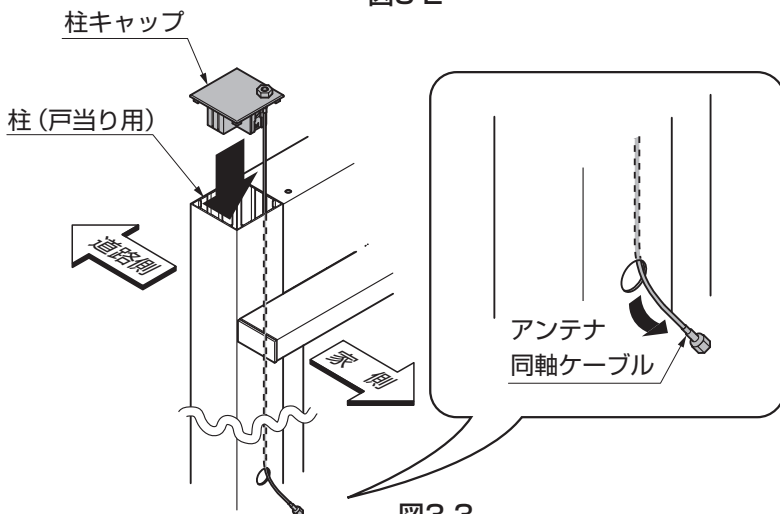

図3-3
- ②柱(戸当り用)に柱キャップをはめ込んでください。(図3-3参照)
- ③アンテナ同軸ケーブルを柱(戸当り用)の家側から引き出してください。(図3-3参照)